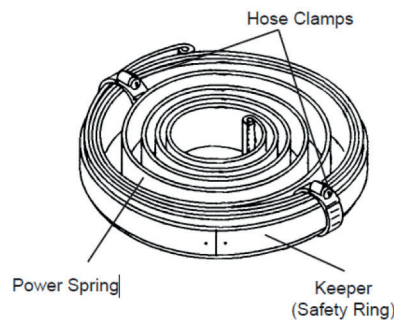

Fig. 12
8. Protect your hands with heavy Leather Gloves. Before removing the power spring, assure it with clamps, helping yourself with locking type pliers to compress and hold several rows of the power spring together (fig. 12). Then remove carefully the power spring.
8. Proteja sus manos con guantes gruesos. Antes de retirar el resorte, asegúrelo con bridas para mantener las espiras del resorte juntas y sujetas entre ellas (fig. 12), puede ayudarse de unos alicates. Entonces extraiga el resorte suavemente.